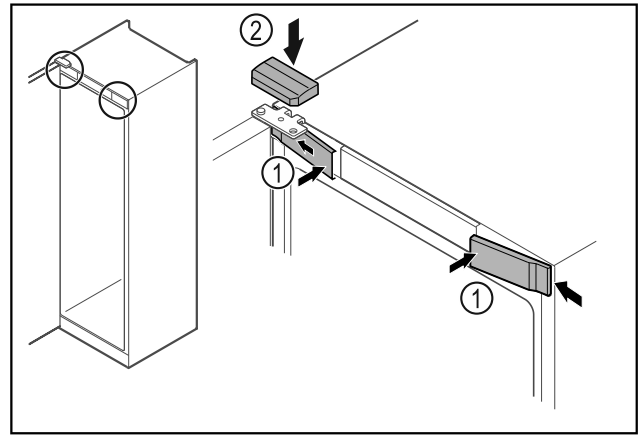

Fig. 68
- ▶ Передні кришки Fig. 68 (1) зачепити збоку та зафіксувати.
- ▶ Зафіксуйте верхню кришку Fig. 68 (2) зверху.